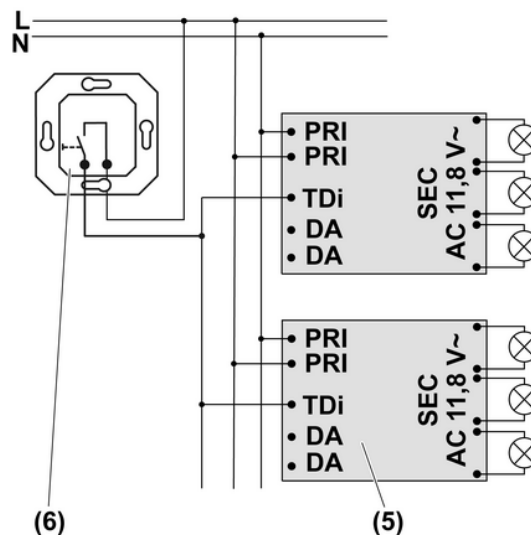

Рисунок 5: Монтажная схема с установочными кнопками
- Подключите трансформатор (5) и установочную кнопку с замыкающим контактом (6) в соответствии с монтажной схемой (рисунок 5).